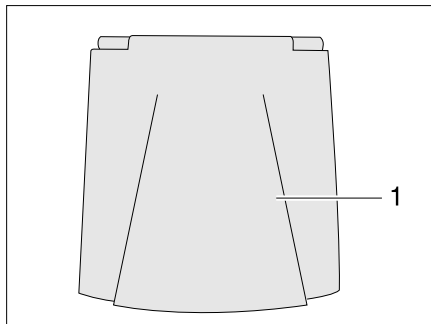

Bild 32 Außenklappe 230-V-Anschluss
- Außenklappe (Bild 32,1) nach oben schwenken.
- Außenklappe (Bild 32,1) nach unten schwenken und zudrücken.